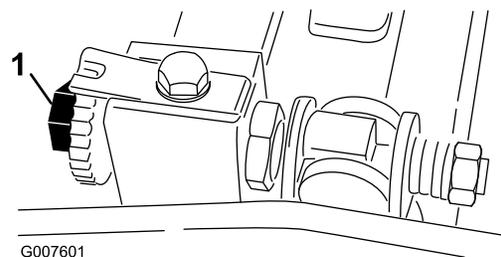

Figura 39
2. Não deixe que haja contacto com o cilindro, rodando os parafusos de ajuste da barra de apoio no sentido contrário ao dos ponteiros do relógio (Figura 39).
de ajuste da barra de apoio no sentido dos ponteiros do relógio na mesma extremidade do cilindro, uma posição de cada vez, até que o papel esteja ligeiramente apertado, quando inserido pela parte dianteira, paralela à lâmina de corte, o que resulta num ligeiro puxão quando o papel é empurrado (Figura 39).